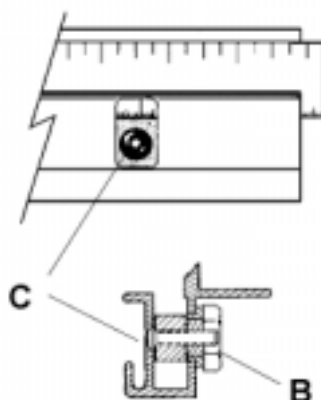

Figure 28
N.B. Un côté de chaque barre de bord d'équarrissage est maintenu en position grâce à une VIS PIVOTANTE près de la ligne de coupe. Chacune des barres peut être abaissée ou relevée légèrement en les faisant pivoter autour de leur VIS PIVOTANTE. Ceci est accompli en faisant tourner les BOULONS EXCENTRIQUES (B), Figure 28, un dans la BARRE DE BORD D'ÉQUARRISSAGE DROIT et deux dans la gauche. La BARRE DE BORD D'ÉQUARRISSAGE GAUCHE étant très longue, deux BOULONS EXCENTRIQUES sont fournis pour assurer que la BARRE DE BORD D'ÉQUARRISSAGE peut être ajustée correctement.
8. Réglez le BOULON EXCENTRIQUE dans la BARRE DE BORD D'ÉQUARRISSAGE DROITE de manière à l'aligner parfaitement avec la BARRE DE BORD D'ÉQUARRISSAGE GAUCHE. Chaque fois que vous utilisez le BOULON EXCENTRIQUE, empêchez-le de bouger pendant que vous serrez la vis de la tête demi-arrondie (C).